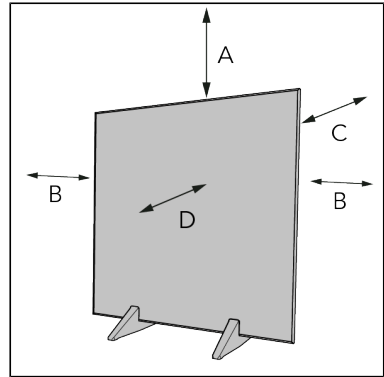

Abbildung 64.
4. Platzieren Sie das Gerät mit einem Mindestabstand (Abbildung 64) von: